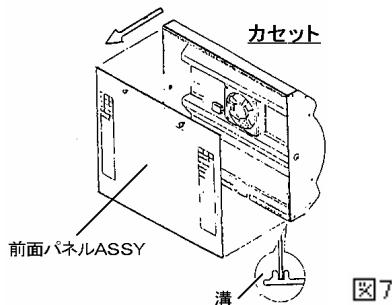

図7
- ② 図7に示すように、あらかじめカセット前面の上部にある2本のビスをゆるめて、前面パネルASSYを外してください。外す際は、パネルは注意深く手前に倒しながら、溝からプレートを持ち上げてください。2基のカセット両方共外してください。